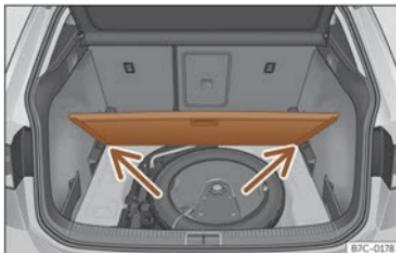

Fig. 166 Piano variabile del bagagliaio: posizione inclinata.
- Appoggiare il piano sugli appositi alloggiamenti >>> **fig. 166** (frecce).